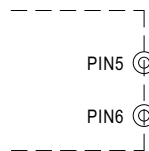

图 4.2 移除CN1的短路连接器
- (2) 移除CN1的短路连接器,如图4.2所示,过载保护模式为持续恒电流限制